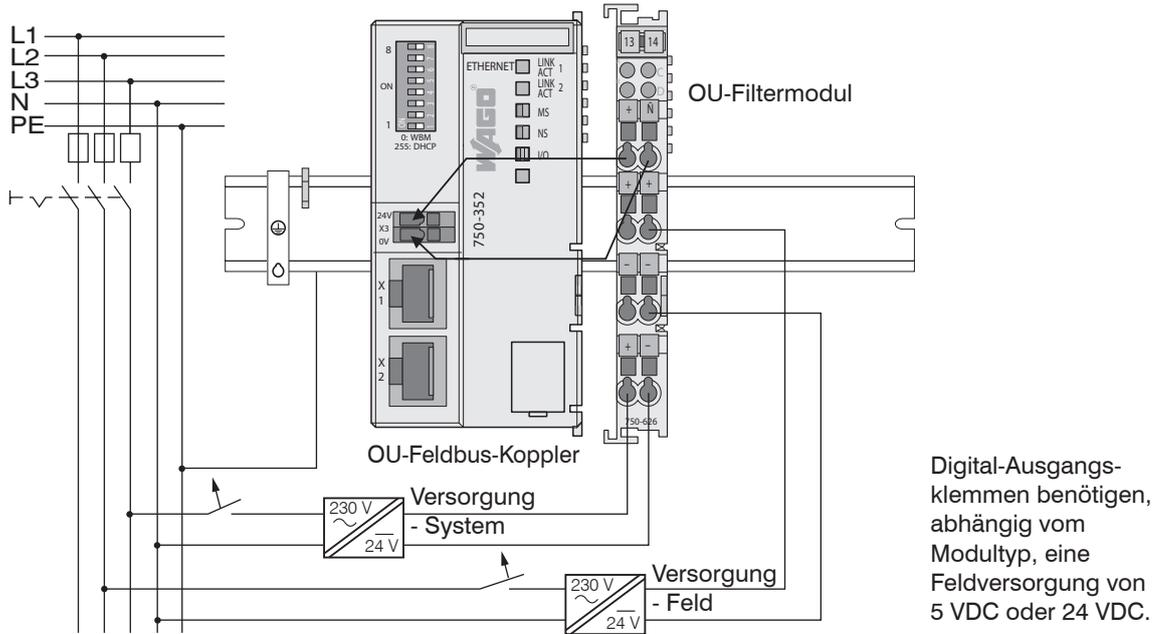

Abb. 39 Getrennte Netzteile für die System- und die Feldversorgung (Ethernet)
- Verbinden Sie die Kontakte „Systemversorgung (out)“ des OU-Filtermoduls mit den Kontakten „Systemversorgung (in)“ des Feldbuskopplers (0 V und 24 V, siehe Abb. 39).
- Verbinden Sie die Systemversorgung (in) des OU-Filtermoduls mit der Spannungsversorgung (0 V und 24 V, siehe Abb. 39).
- Verbinden Sie die Feldversorgung (in) des OU-Filtermoduls mit der Spannungsversorgung (0 V und 5 V/24 V, siehe Abb. 39).